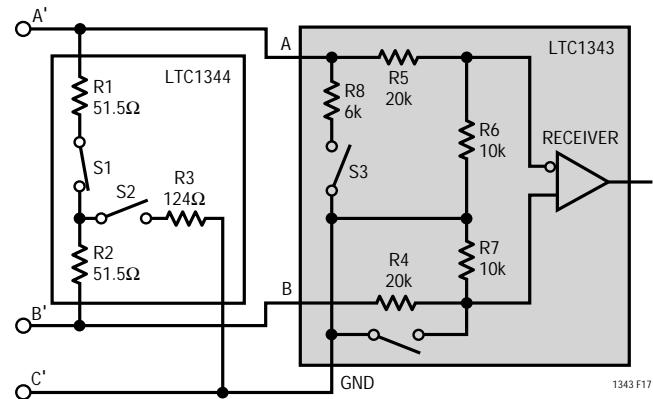

図17. V.11レシーバ構成
V.11モードでは図17に示すとおり、103Ω差動終端インピーダンスをケーブルに接続するLTC1344内のS1を除く、すべてのスイッチがオフになります。